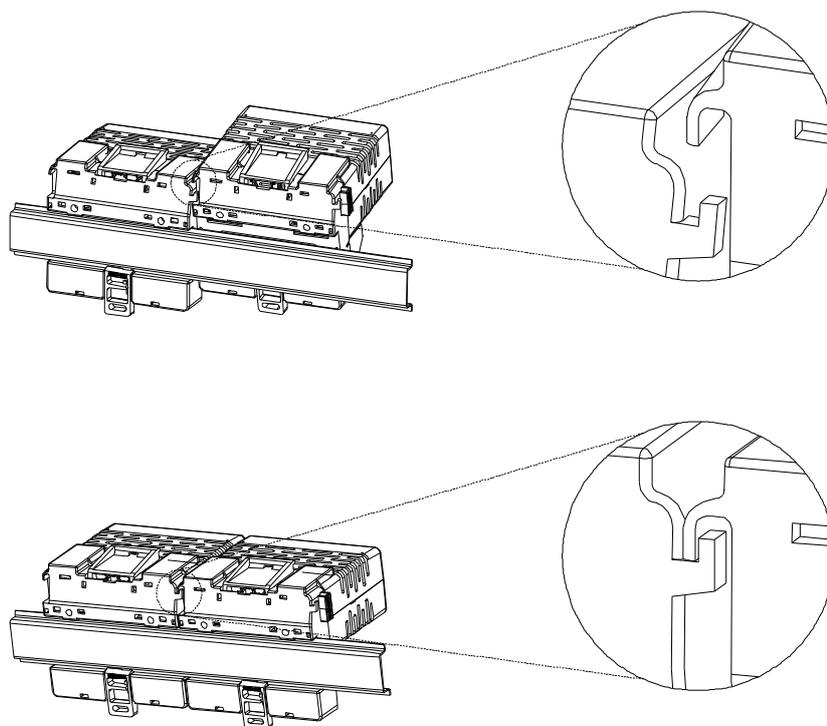

Figura 6-2 Instalação da Base – Gancho
3. Rotacionar a base em direção ao trilho até ocorrer o encaixe da trava deslizante (ver Figura 6-2).
4. A partir da segunda base, deve-se recolher o conector deslizante (Figura 6-2), e executar os passos 1, 2 e 3, até que a base esteja firmemente encaixada no trilho.
5. Certificar-se que o gancho, existente no lado esquerdo das bases, esteja engatado na base à esquerda (ver Figura 6-2).